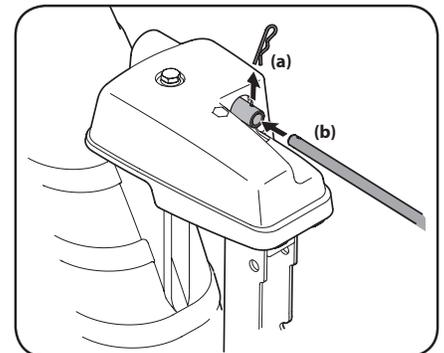

Figura 2-19
5. Retire el sujetador de horquilla (a) de la parte posterior del cabezal de control del canal. Consulte Figura 2-19.